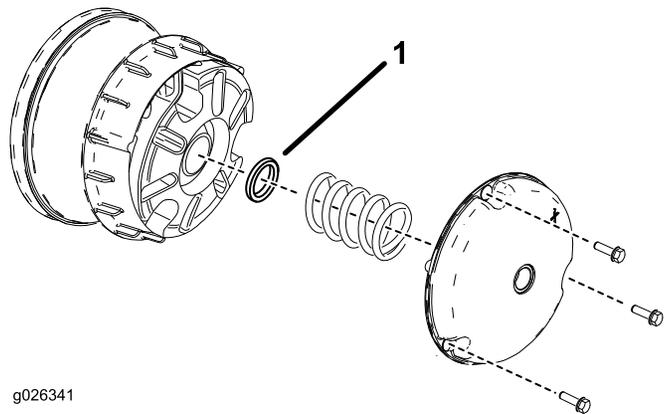

Рисунок 61
2. Отверните болты крепления крышки первичной муфты сцепления, как показано на Рисунок 61.